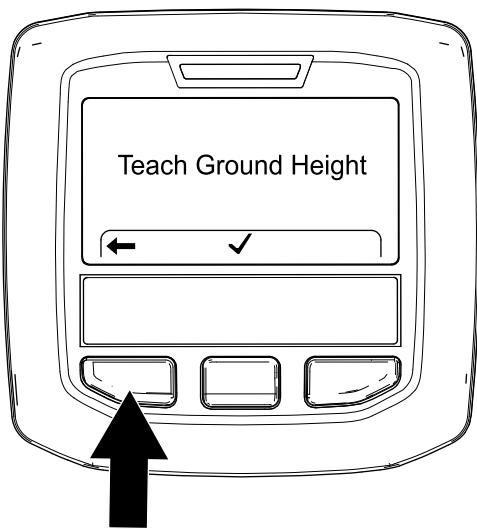

図 71
7. インフォセンターの左ボタンを押して「地上高ティーチ」画面を終了する 図 71。